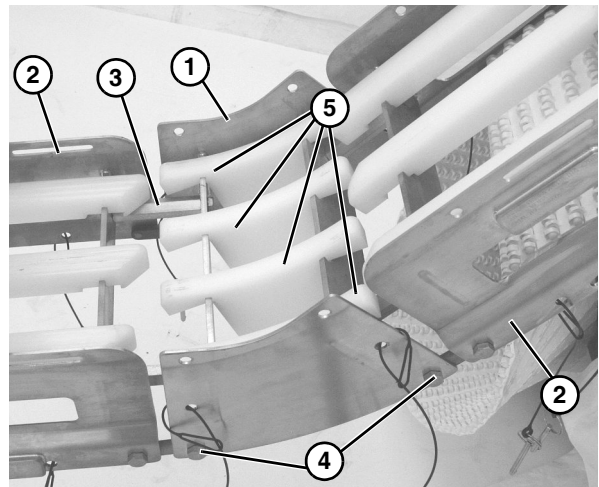

Figure 7
3. Fixez l'articulation inférieure (**Figure 7, item 1**) au cadre (**Figure 7, item 2**) aux tiges hexagonales (**Figure 7, item 3**) et aux boulons (**Figure 7, item 4**).
4. Installez les bandes d'usure (**Figure 7, item 5**).